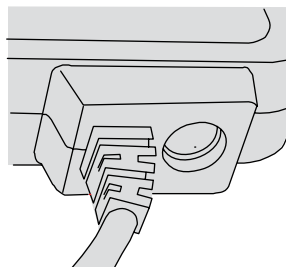

Figure 2 Port d'entrée c.c., déconnecté
- 6 Port d'entrée c.c. connecté. Voir également Figure 2.